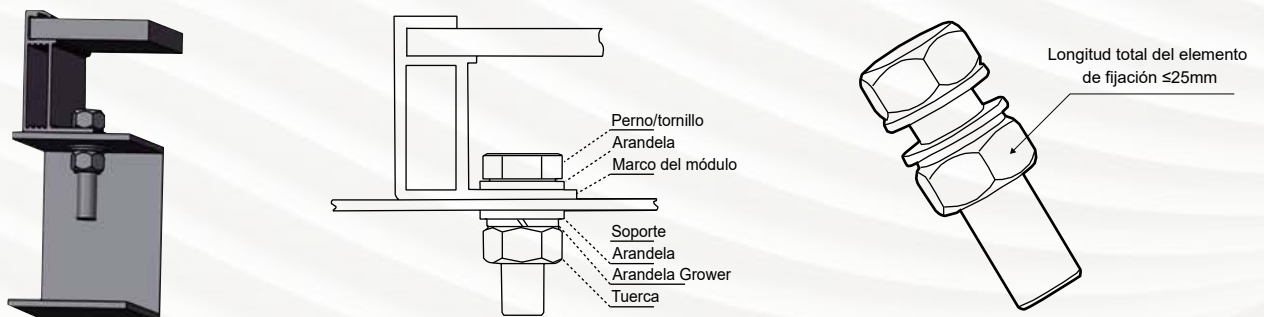

Figura 5 Instalación con pernos de un módulo mono facial
Aplicar pernos para fijar los módulos en la estructura a través de los agujeros de montaje en el marco trasero. Notar los detalles en la Figura 5:
(2) Al elegir módulos LONGi con un marco de altura de 30 mm, (Figura 5) se recomienda elegir tornillos de longitud (L) ≤ 25 mm. (Para modelos especiales, consulte el servicio de atención al cliente de LONGi).